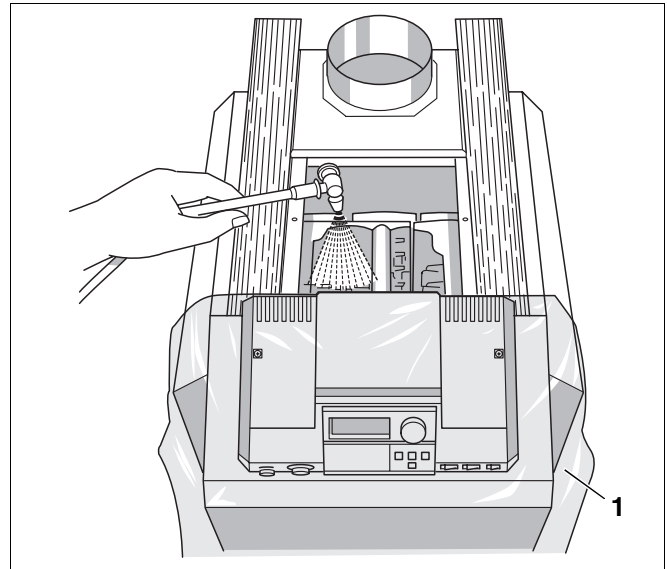

Abb. 42 Heizkessel nass reinigen
- Regelgerät mit Folie (Abb. 42, **Pos. 1**) abdecken. Es darf kein Sprühnebel in das Regelgerät dringen.
- Heizgaszüge von oben gleichmäßig mit dem Reinigungsmittel einsprühen (Abb. 42).